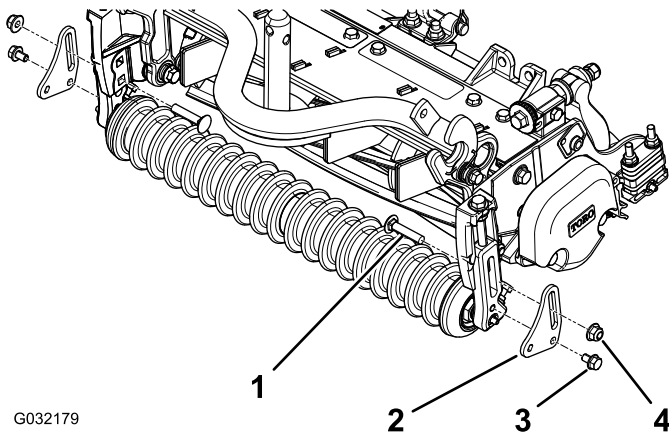

図 7
1. 各前刈高ブラケットにバスケットプレートを取り付けるフランジねじ5/16 x 1/2 インチ、キャリッジボルト3/8 x 1-3/4 インチ、フランジナット3/8 インチを使用する 図 7を参照。